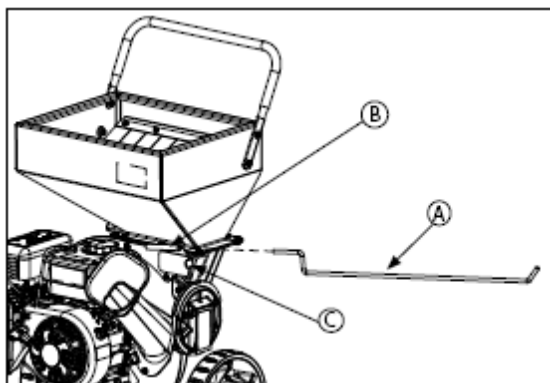

РИСУНОК 6
1. Задвиньте опорную рейку (А) в держатель (В). **СМ. РИСУНОК 6.** Поверните рейку так, чтобы она оказалась под передней лапкой (С) держателя. **РИСУНКИ 6 и 7.**